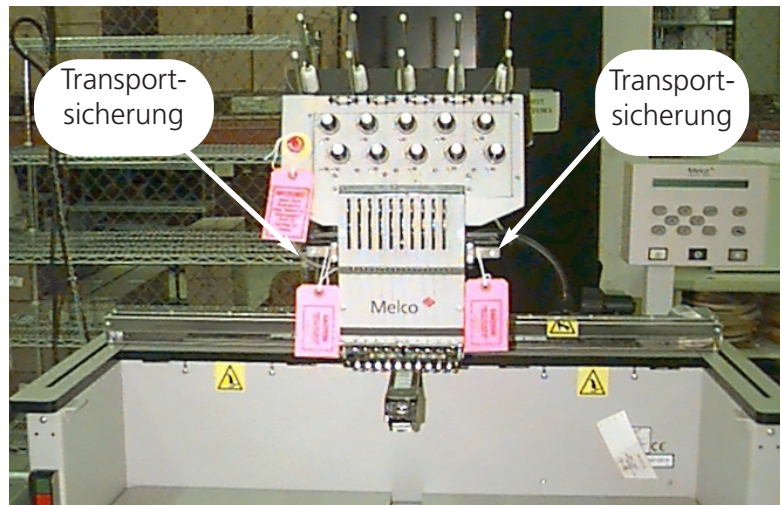

Abbildung 1-20
3. Entfernen Sie die beiden Transportsicherungen (an denen sich jeweils ein Warnetikett befindet). Siehe Abb. 1-20